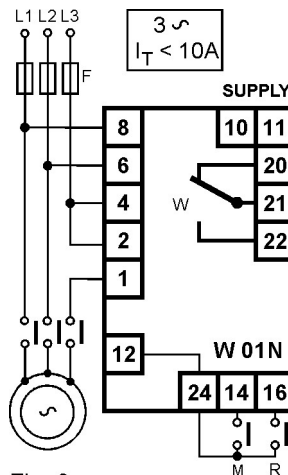

Fig. 8
Seguire lo schema di fig.8
Follow diagram of fig.8
a) Se I_t è minore di 10A si può usare l'inserzione diretta (v. schemi di fig.8 e 10.)
Tensione motore 400Vac, $I_t=3,5A$ (fig.8).
- a) If I_p is lower than 10A the device is by direct insertion connected (fig.8 and 10)